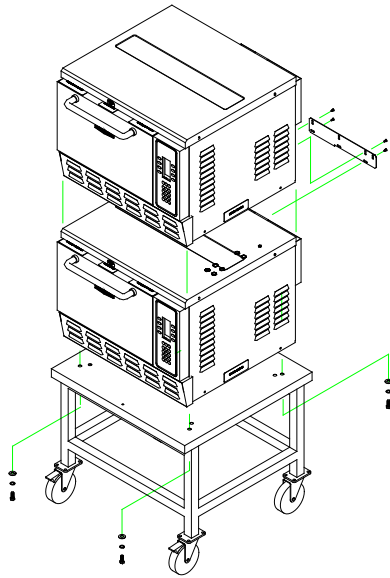

FIGURE 3 : Fixation du four sur le chariot
#### Fixation du four sur le chariot (Figure 3)
6. Installez les boulons avec les rondelles en les visant à travers le chariot et dans les trous du four (où se trouvaient les pieds). (Figure 3).